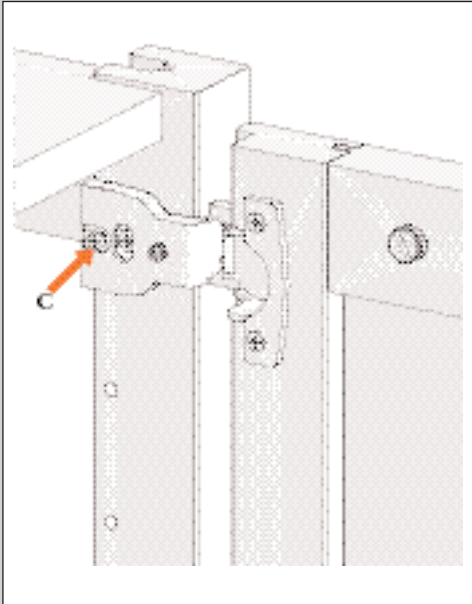

ABBILDUNG 15
3. Lösen Sie Schraube C und stellen Sie die Tür ein (siehe Abb. 15).